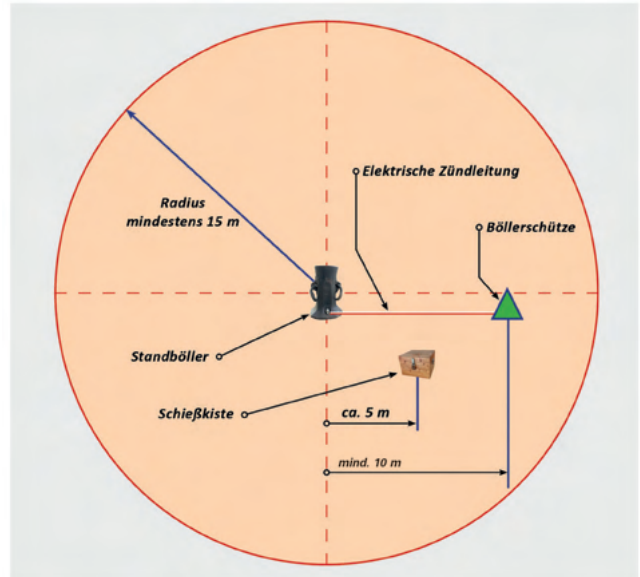

Abb. 53: Empfohlener Sicherheitsbereich für Standböttler mit elektrischer Anzündung
- Sicherheitsbereich prüfen und festlegen (s. Abb. 53, S.124).